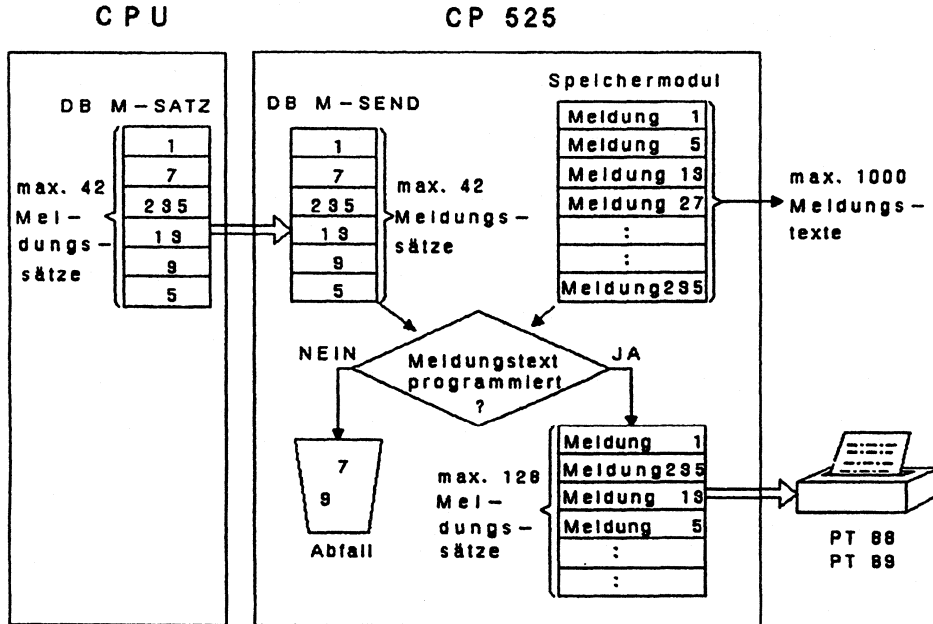

Bild 3 Bearbeiten der Meldungen auf dem CP 525
- für die im Meldungssatz eingetragene Meldungsnummer ist auf dem CP 525 ein Meldungstext hinterlegt (diesen haben Sie mit COM 525 programmiert - siehe Bild 3).